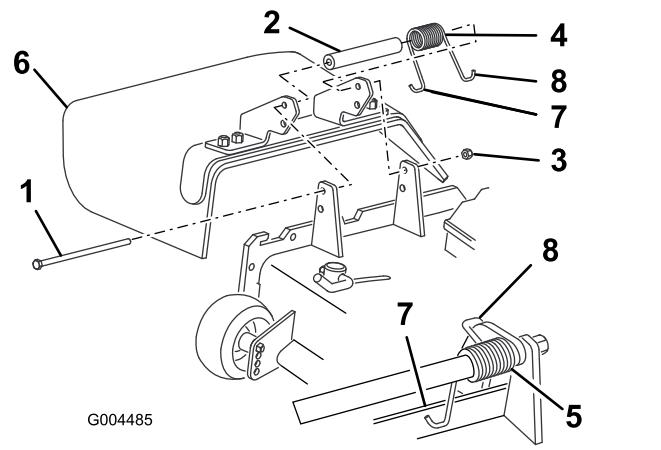

Figure 36
1. Retirez le contre-écrou, le boulon, le ressort et l'entretoise qui fixent le déflecteur aux supports de pivot (**Figure 36**). Déposez le déflecteur d'herbe s'il est endommagé ou usé.
Remarque: Prenez soin de placer l'extrémité en L du ressort derrière le bord de l'unité de coupe avant de mettre le boulon en place, comme montré à la **Figure 36**.
3. Remettez le boulon et l'écrou en place. Accrochez l'extrémité en J du ressort au déflecteur d'herbe (**Figure 36**).